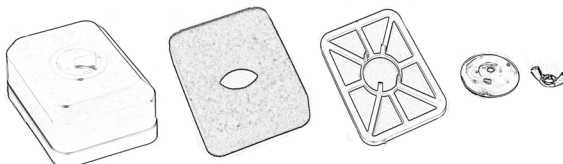

Abbildung 25
- Wringen Sie den Filter vorsichtig aus und lassen Sie den Filter trocknen. Abb. 25.